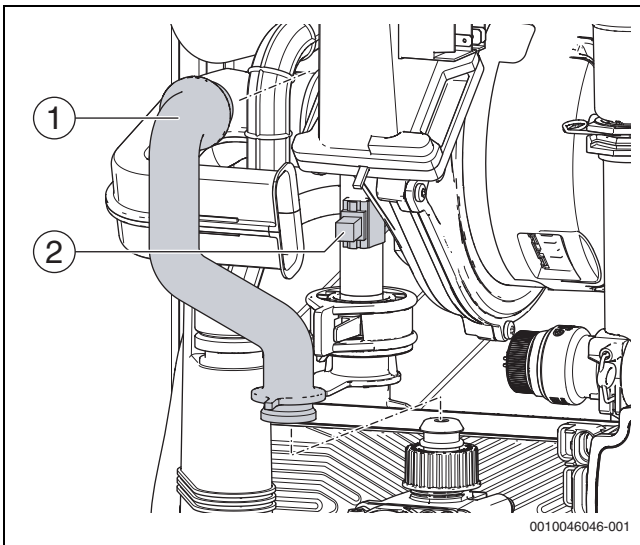

Fig. 135 Remplacer les NTC sur le tuyau de retour
- Placer les nouveaux NTC sur la surface plate du tuyau de départ (à proximité de l'entrée de l'échangeur thermique (→ Fig. 135) (position → Chapitre 14.11, page 39).